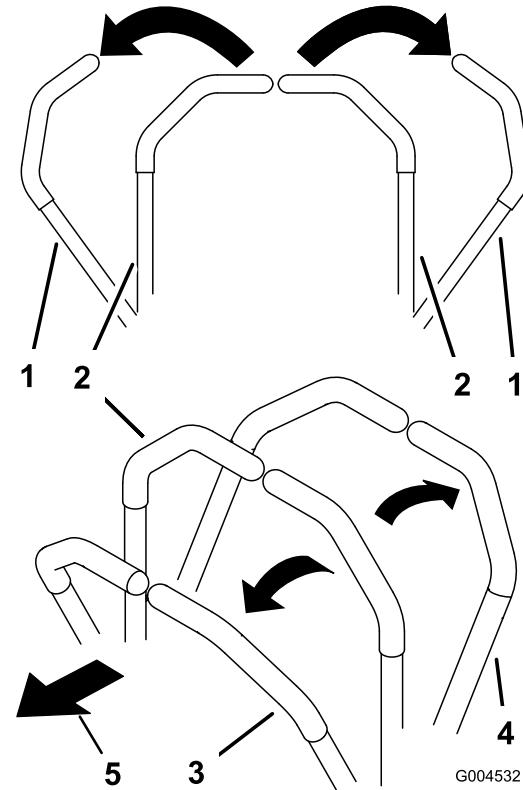

Figure 45
1. Mettez les leviers de commande de déplacement (Figure 45) en position de verrouillage au point mort.
- Pour vous déplacer en ligne droite en marche avant, poussez doucement les leviers de commande de déplacement vers l'avant (Figure 45).
- Pour vous déplacer en ligne droite en marche arrière, tirez doucement les leviers en arrière (Figure 45).
- Pour tourner, ralentssez la machine en tirant les deux leviers en arrière puis poussez en avant le levier du côté opposé à celui que vous voulez prendre (Figure 45).